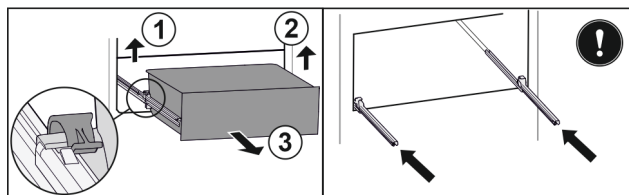

Fig. 76
- ▶ Nadvihnite ľavú svorku a súčasne ťahajte zásuvku vľavo dopredu. Fig. 76 (1)
- ▶ Nadvihnite pravú svorku a súčasne ťahajte zásuvku vpravo dopredu. Fig. 76 (2)
- ▶ Odoberte zásuvku dopredu. Fig. 76 (3)